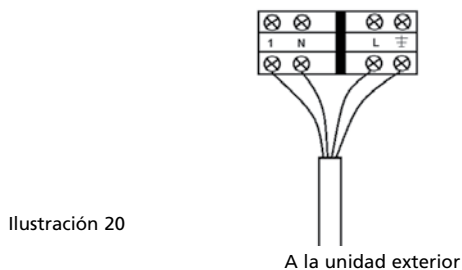

Ilustración 20
- Fije los hilos eléctricos a la regleta, en la ubicación correcta, véase ilustración 20.